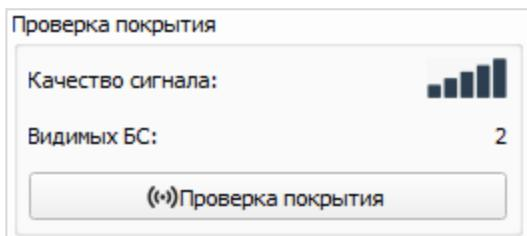

Рисунок 14 — Поле «Проверка покрытия»
3.4.2.7 «Проверка покрытия» (не отображается в режиме работы «Простой») – при нажатии счетчик отправляет в сеть LoRaWAN специальный сигнал, в ответ на который сеть сообщает ему количество базовых станций, принявших данный сигнал и его качество (рис. 14). Данная функция работает только когда счетчик присоединен к сети.